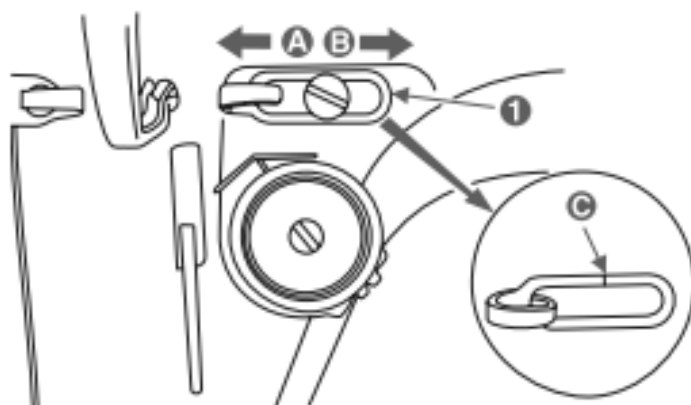

Рис. 10
1. При шитье тяжелых тканей, переместите направитель нитки 1 влево (рис. 10) в направлении А, чтобы увеличить длину вытягиваемой нитки рычагом нитепритягивателя.